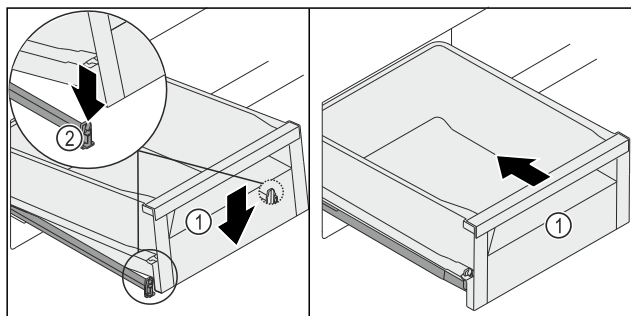

Fig. 126
- Abaisser l'avant du tiroir Fig. 126 (1) de manière à insérer le tiroir dans les languettes Fig. 126 (2) à gauche et à droite.
- Vous entendrez le tiroir Fig. 126 (1) s'enclencher.
- Pousser le tiroir Fig. 126 (1).